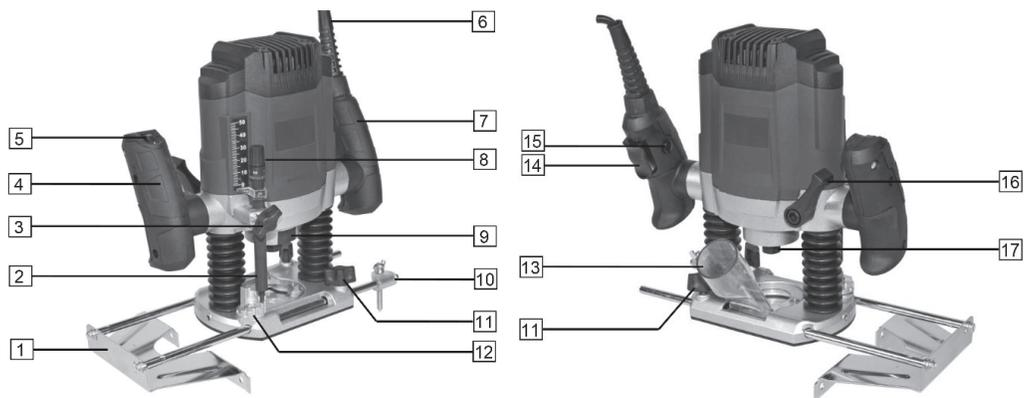

Рис. 1
1. Нажмите фиксатор шпинделя 9 (Рис. 1).
2. При помощи ключа открутите гайку-фиксатор цангового патрона 17 (Рис. 1).
4. Затяните гайку-фиксатор цангового патрона 9 (Рис. 1), удерживая при этом кнопку блокировки шпинделя 17 (Рис. 1).
Регулировку скорости вращения проводят при помощи регулятора скорости вращения 5 (Рис. 1), расположенного на левой ручке фрезера.
1. Ослабьте фиксаторы 11 (Рис. 1).
Отрегулируйте положение параллельного упора и зафиксируйте фиксаторы 11 (Рис. 1).
(Рис. 1) и не отпуская ее нажмите на выключатель. После нажатия на выключатель кнопку разблокировки выключателя нужно отпустить. Для выключения инструмента отпустите выключатель.